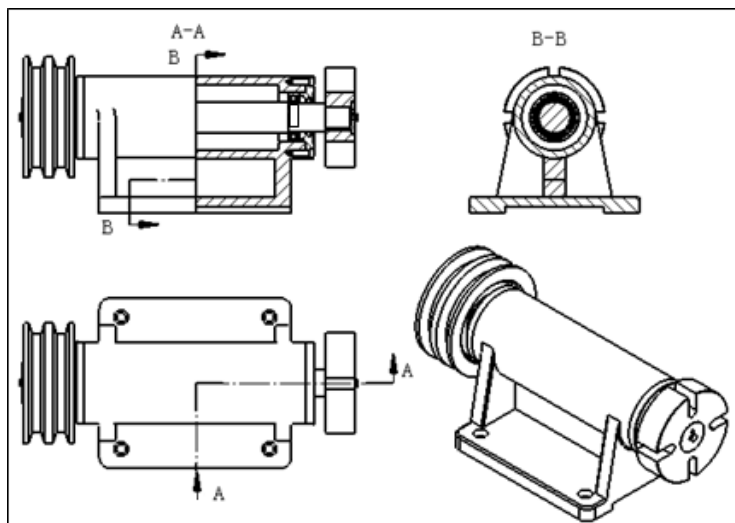

图 4.7.15 创建装配体工程图视图
本范例介绍了创建装配体工程图视图的过程。该工程图中包括装配体的全剖视图、半剖视图和局部放大视图。本范例的工程图视图如图 4.7.15 所示。
(1) 选择下拉菜单  →  →  命令，系统弹出“模型视图”对话框（一）。
(2) 在“模型视图”对话框（一）中双击  区域中的零件名称 ，然后在“模型视图”对话框（二）的  区域中单击“等轴测”按钮 ，在  区域中选  单选按钮，并在其下的下拉列表中选择  选项，在文本框中输入比例值为 1:5，在阶梯剖视图的下方放置等轴测视图，结果如图 4.7.15 所示。